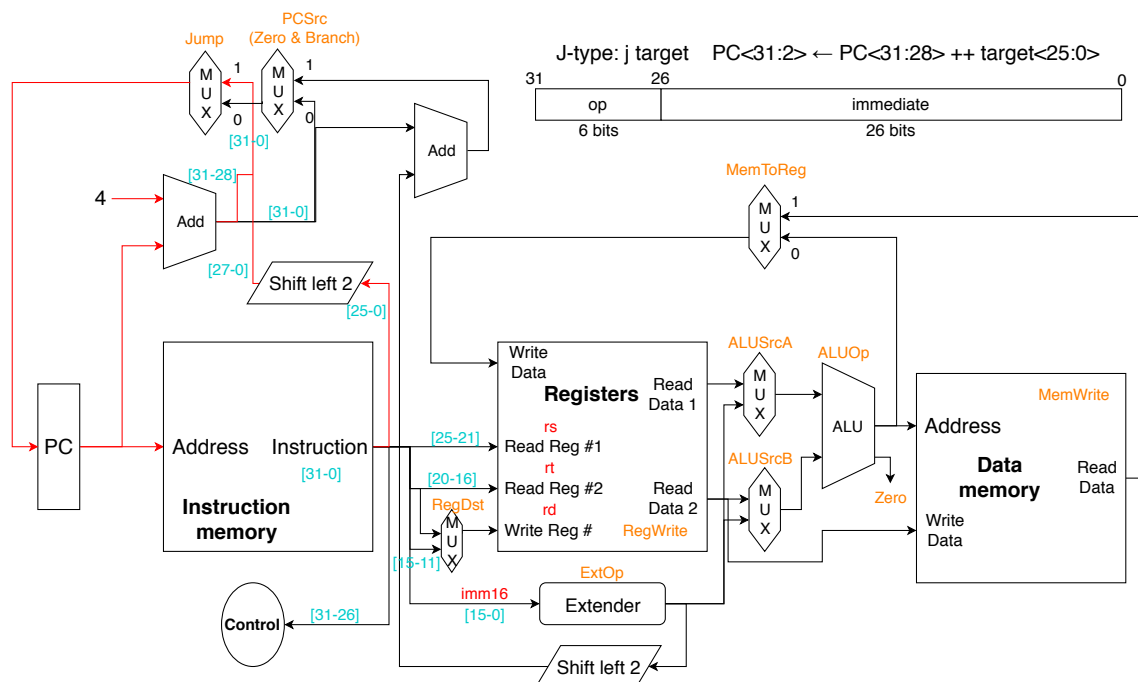

图 9: jump通路
2. jump为j类型。见图9，执行阶段直接对指令的低26位左移2位，补上PC+4的高4位，得到跳转地址，更新PC。